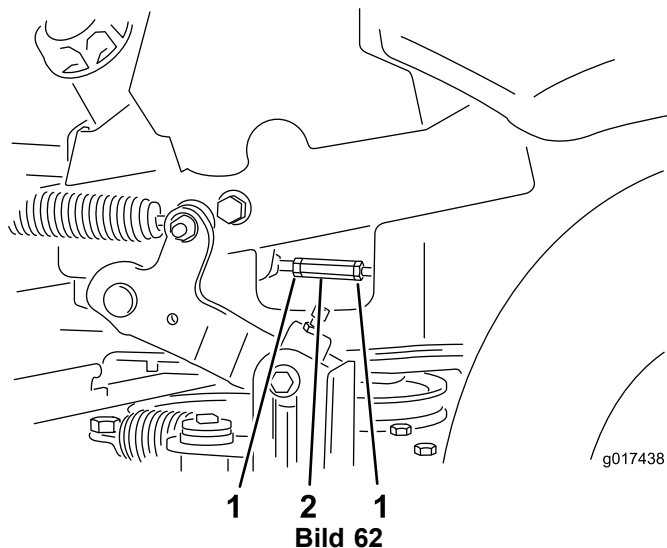

Bild 62
7. Stellen Sie die Fahrtriebshebel in die Neutralstellung. Stellen Sie die Länge der Pumpensteuerstangen ein, indem Sie die zwei Klemmmuttern lösen und die Einstellmutter so weit in die entsprechende Richtung drehen, bis sich das Rad leicht zurückdreht (Bild 62). Stellen Sie die Fahrtriebshebel in die Rückwärtsstellung und üben Sie etwas Druck auf den Hebel aus, damit die Federn die Hebel wieder in die Neutralstellung bringen. Das Rad darf sich nicht mehr drehen, kann sich aber leicht rückwärts drehen.
8. Ziehen Sie die zwei Klemmmuttern gegen die Einstellmutter (Bild 62).